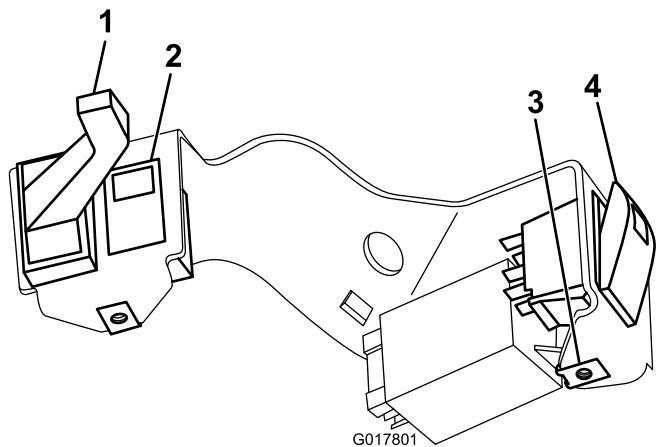

Рисунок 9
3. Установите переключатель рычага светового сигнала и переключатель аварийных сигналов в кронштейн рулевой колонки (Рисунок 9).
4. Надвиньте гайки скоростного вала на кронштейн рулевой колонки (Рисунок 9).
2. Установите индикатор светового сигнала в кронштейн рулевой колонки (Рисунок 9).